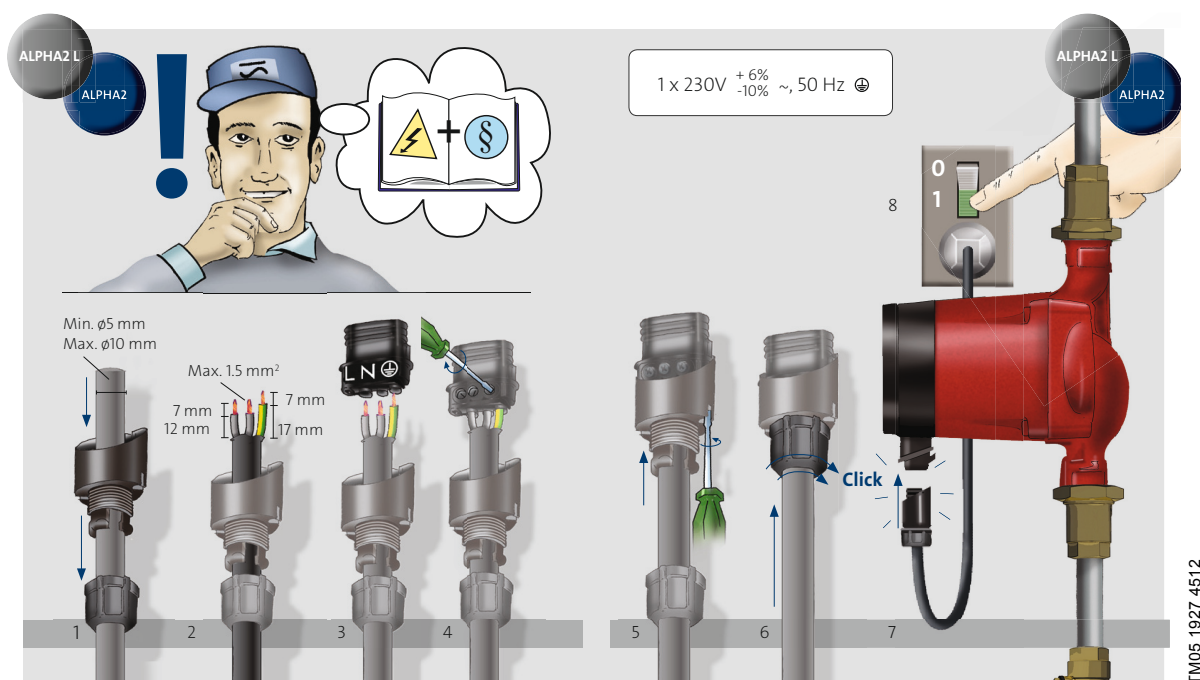

Рис. 6 Подключение электрооборудования
- Подключите насос к питающей сети с помощью электроразъёма, поставляемого с насосом, как показано в рис. 6, этапы с 1 по 8.